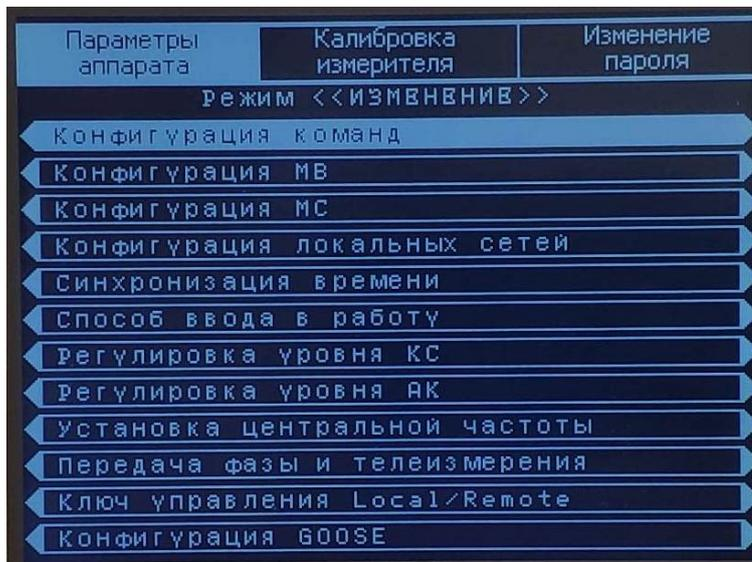

Рисунок 7 – Подраздел «Параметры аппарата»
**2.1. «Параметры аппарата»** - подраздел предназначен для изменения или просмотра параметров «ОРИОН» АПК ТХ (см. рисунок 7).